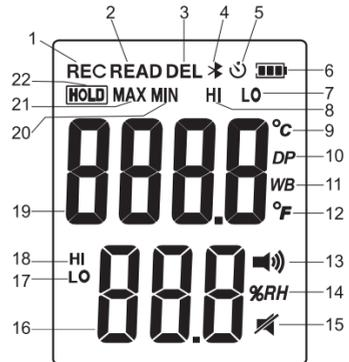

Рис. 2
8. Для включения звуковой индикации выхода за пределы уставки (настраивается в мобильном приложении) нажмите и удерживайте кнопку  до появления индикатора (п.13 рис.2). Повторите для отключения.